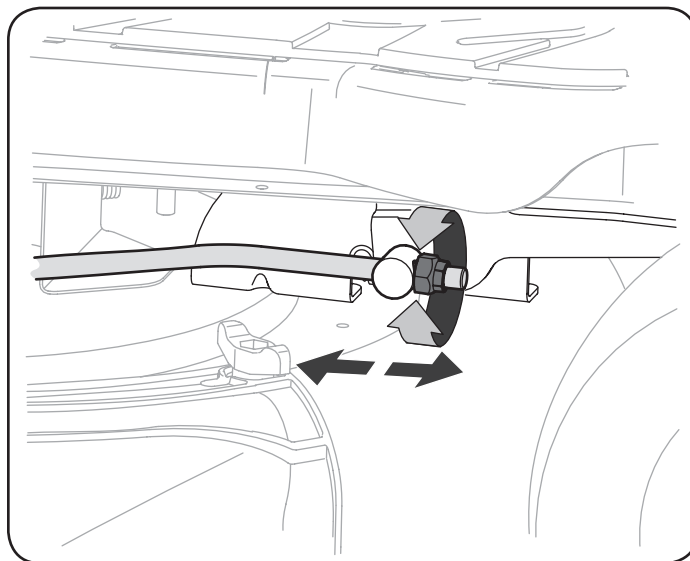

Figura 46
1. Con el tractor estacionado sobre una superficie firme y nivelada, ubique la palanca de elevación de la plataforma en la posición media (3) y rote la cuchilla de manera que quede alineada con el frente y la parte posterior del tractor.
3. Ubique la tuerca de seguridad con brida en el extremo frontal de la varilla de elevación de la PTO. Vea la Figura 46.